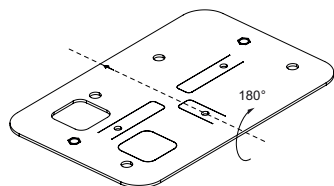
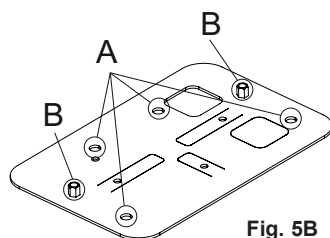

Fig. 5A
Fig. 5B
- 2) Ruotare la piastra di 180° sempre con la freccia che punta verso la cremagliera (Fig. 5A), posizionarla rispettando le misure di Fig. 3 e usarla come dima per marcare la posizione dei 4 fori per i tasselli (rif. A) e delle viti di ancoraggio del motoriduttore (rif. B) (Fig. 5B). Ruotare la piastra è necessario perché altrimenti gli inserti filettati impediscono di posare la piastra in piano.